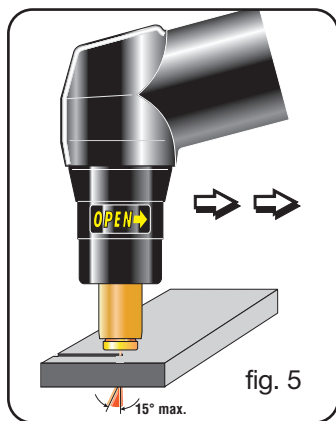

fig. 5
Si possible, le découpage doit être exécuté en tirant la torche: tirer, au lieu de pousser, est souvent plus aisé (voir Fig. 5).
- Vitesse élevée. S'assurer toujours que l'arc perce complètement la pièce à découper et que son inclinaison ne dépasse jamais 10 - 15° (Fig. 5) dans le sens de l'avance. De cette façon, on évitera une usure incorrecte de la buse et des brûlures sur le porte-buse.